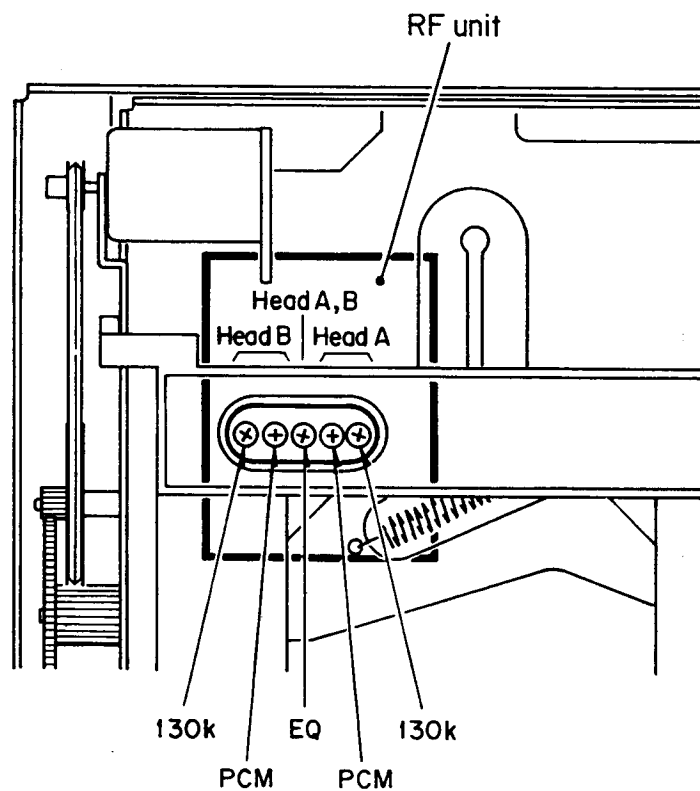

Fig. 4-8
If the values do not fall within the standard range even after performing procedure 12-2, adjust the recording current control VR PCM (Fig. 4-8) on the RF unit, then repeat procedure 12-2 until the values are as per 12-2.
12-2項で規格に入らない場合は、RFユニット内の記録電流調整用半固定抵抗 PCM (図4-8)を調整後、12-2項を再度確認し規格に入るまで繰り返す。
If the values do not fall within the standard range even when procedure 12-5 has been performed, adjust the recording current control VR130K (Fig. 4-8) on the RF unit, then repeat procedure 12-5 until the values are as per 12-5.
12-5項で規格に入らない場合は、RFユニット内の記録電流調整半用固定抵抗130K(図4-8)を調整後、12-5項を再度確認し規格に入るまで繰り返す。
- 2) Load the function test tape TY-7551, then play back PGM No. 13; at this time, as shown in Photo 4-5 3, turn control EQ (Fig. 4-8) on the RF unit both ways until there are the least possible error flags.
- 2). ファンクション用テスト・テープ TY-7551を装着し、PGM NO.13 を再生したとき、写真4-5 3 の様にエラー・フラグが最少になる位置に RF ユニット内のEQ調整用半固定抵抗 EQ (図4-8) を左右両方向に回してみて調整する。